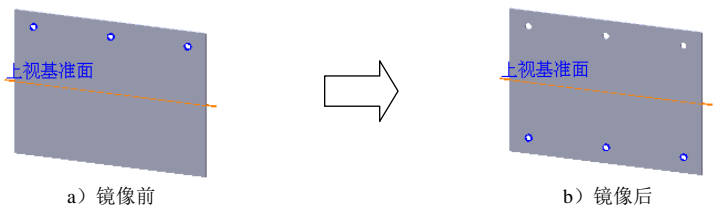

图 17.2.9 镜像 2
Step6. 创建图 17.2.9 所示的镜像 2。选择命令。选择下拉菜单  插入(I) →  阵列/镜向(E) →  镜向(M)... 命令。在设计树中选择上视基准面为镜像基准面，在设计树中选择孔 1、孔 2 和镜像 1 为镜像 2 的对象。单击对话框中的  按钮，完成镜像 2 的创建。